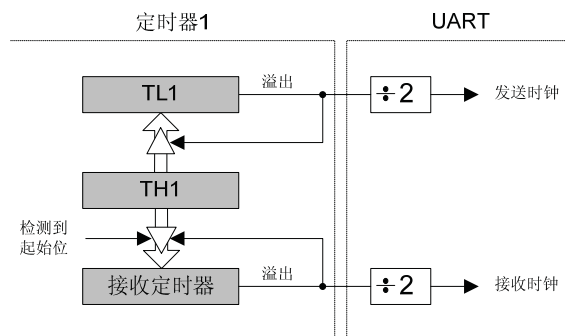

图 23.2 UART0 波特率逻辑
UART0 波特率由定时器 1 工作在 8 位自动重载方式产生。发送 (TX) 时钟由 TL1 产生；接收 (RX) 时钟由 TL1 的副本寄存器 (图 23.2 中的 RX 定时器) 产生，该寄存器不能被用户访问。TX 和 RX 定时器的溢出信号经过二分频后用于产生 TX 和 RX 波特率。当定时器 1 被允许时，RX 定时器运行并使用与定时器 1 相同的重载值 (TH1)。在检测到 RX 引脚上的起始条件时 RX 定时器被强制重载，这允许在检测到起始位时立即开始接收过程，而与 TX 定时器的状态无关。